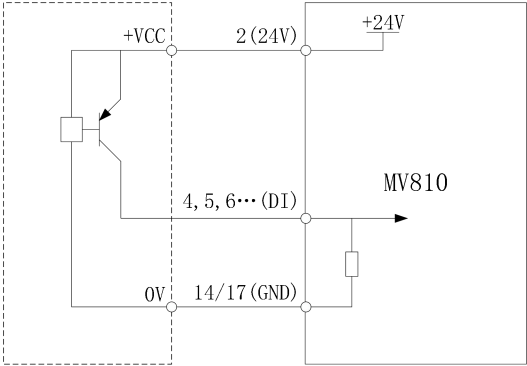

图 4-14 使用内部电源的 PNP 连接方式
② 使用变频器内部电源，外部控制器为 PNP 型的共发射极输出，接线方式如图 4-14 所示。